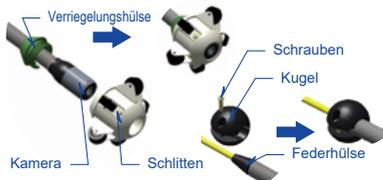

Abbildung 16 - Führungsschlitten
- 2) den Führungsschlitten gem. Abbildung 16